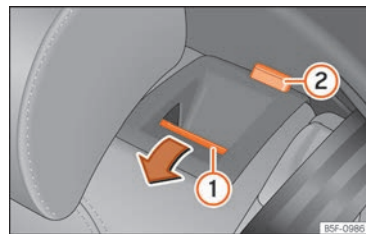

Abb. 74 Rücksitz: Rücksitzlehne vorklappen.
- Entriegelungstaste » » (Abb. 74) ① nach vorn drücken und gleichzeitig die Rückenlehne umklappen. Die Rücksitzlehne ist entriegelt, wenn die rote Markierung des Tasters ② sichtbar ist.